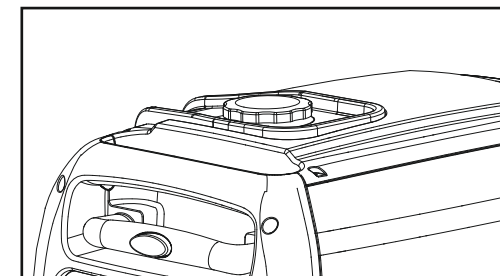

Рисунок 17 – Уровень топлива
• Постепенно заливайте бензин в горловину бака. **Будьте осторожны, не переполняйте бак!** (Рис. 17)